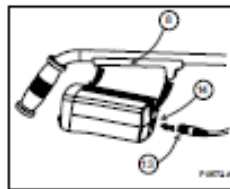

Figura 5 - Montaje de la Caja de control en el eje
- b) Introducir en el soporte trasero de plástico negro caja de control (8).
- d) Introducir en la caja de control en el soporte de montaje posterior (ver figura 5).
- f) Conecte el conector de la bobina (13) a la clavija (14) en la parte posterior del control caja.